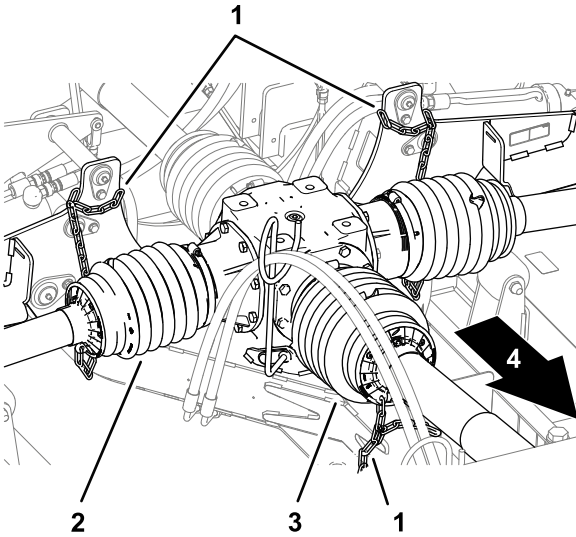
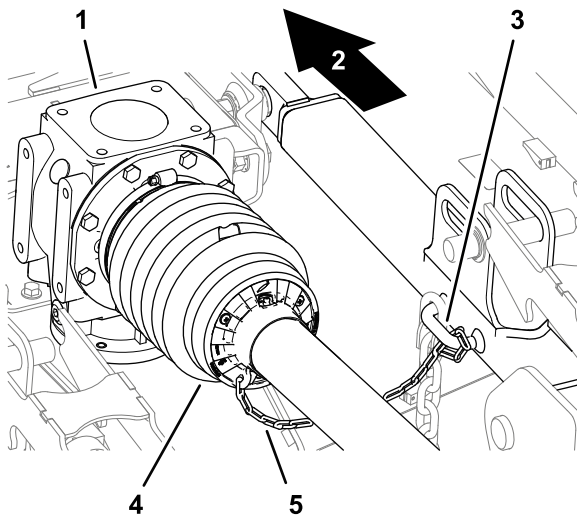

Figura 18
Figura 21
- 6. Compruebe que la cadena de seguridad está conectada al protector del árbol de la TDF trasero, los protectores del árbol de transmisión y el bastidor del cortacésped (Figura 18 y Figura 21).